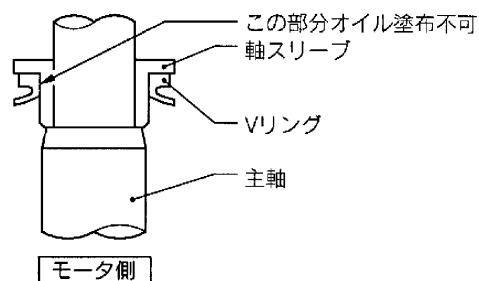

図1
- (1) ゴム製部品（羽根車・ポンプケーシング・サクシヨンカバー）は、砂等の付着物をあらかじめ取り除いたうえで組み立ててください。
- (2) Vリングは図1のように軸スリーブの外側へ装着してください。なお、装着時、軸スリーブとの接合面へはオイル等を塗布しないように注意してください。